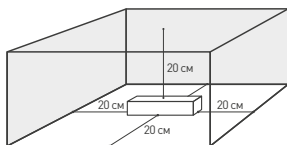
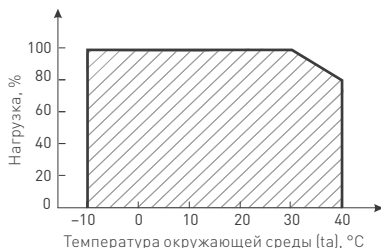

Рис. 1. Свободное пространство вокруг источника
Рис. 2. Максимальная допустимая нагрузка, % от мощности источника
- 4.2. Для естественной вентиляции обеспечьте не менее 20 см свободного пространства вокруг источника питания, как изображено на рис. 1. При невозможности обеспечить свободное пространство используйте принудительную вентиляцию. В случае установки в ограниченном пространстве (например, лайтбокс или профиль) следует обеспечить необходимый температурный режим источника питания согласно рис. 2.
- 4.3. Не нагружайте источник питания более 80% от его максимальной мощности. Учитывайте, что с повышением температуры окружающей среды максимальная мощность источника питания снижается, см. график зависимости на рис. 2.